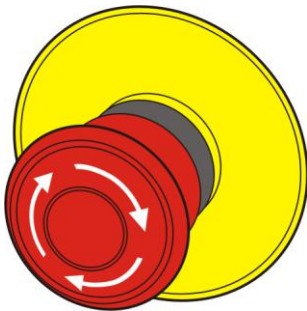

Abb. 34: Not-Aus-Taster
2. Not-Aus-Taster durch Drehen (Abb. 34) doppelt entriegeln.